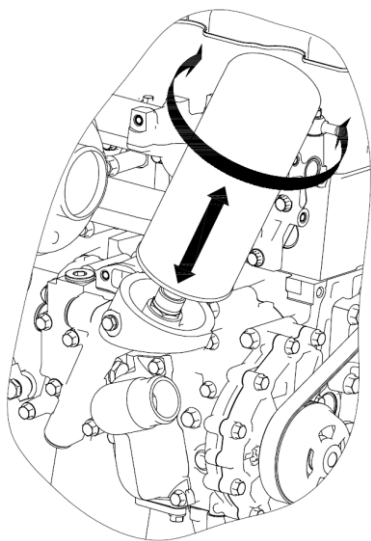

Рисунок 40 - Снятие и установка сменного фильтра для масла
2. Отвернуть сменный фильтр для масла (рисунок 40) от корпуса масляного фильтра. В случае затруднённого отворачивания фильтра использовать специальный съёмник.